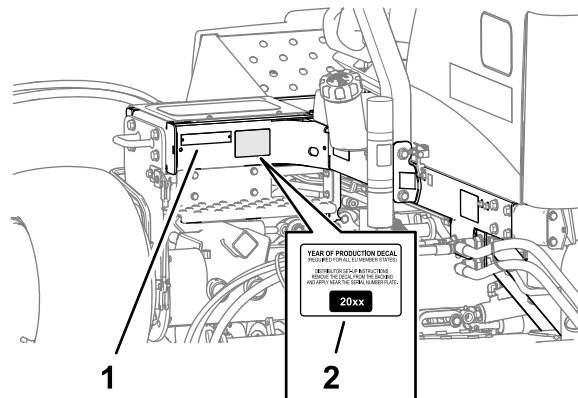

Figura 21
1. Limpie con alcohol el bastidor izquierdo junto a la placa de modelo/número de serie y deje que se seque el bastidor (**Figura 21**).
2. Retire el reverso de la pegatina del año de producción y péguela en el bastidor, junto a la placa del número de serie, tal y como se muestra en la **Figura 21**.